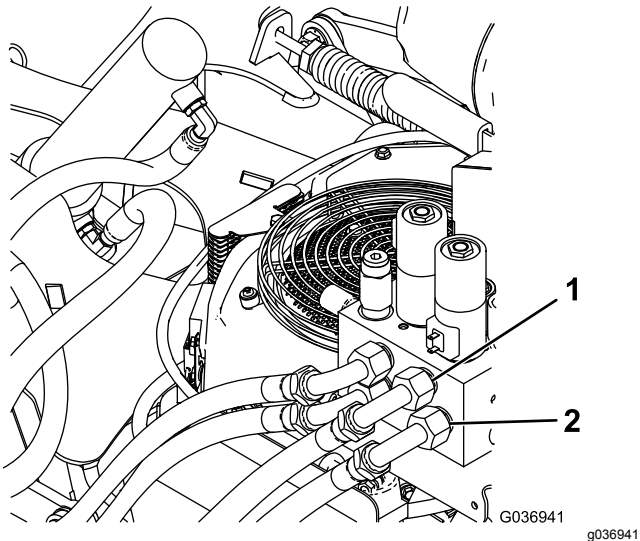

Bild 10
1. Schließen Sie das offene Ende des Schlauchs im C3-Anschluss des Verteilers mit dem 90-Grad-Anschlussstück an der Oberseite des Hydraulikzylinders an (Bild 10).
2. Schließen Sie das offene Ende des Schlauchs im C4-Anschluss des Verteilers mit dem 90-Grad-Anschlussstück an der Unterseite des Hydraulikzylinders an (Bild 10).